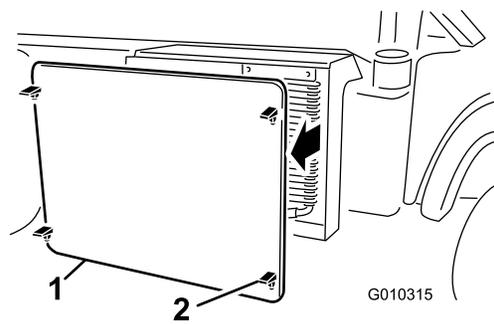

Рисунок 52
5. Расфиксируйте защелки и снимите решетку радиатора с передней стороны радиатора (Рисунок 52).